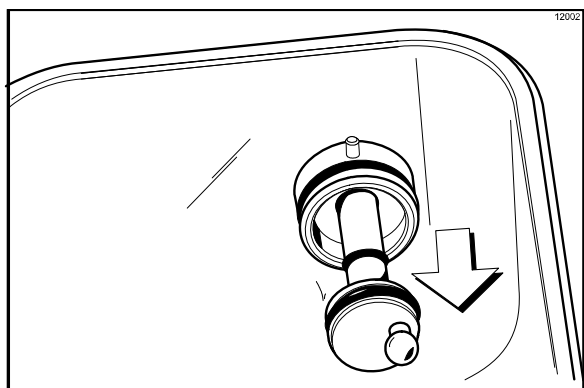

Figura 103
- Retire o eixo de transmissão da bomba do cubo de transmissão na parede posterior do reservatório de mix. (Veja a Figura 103.)